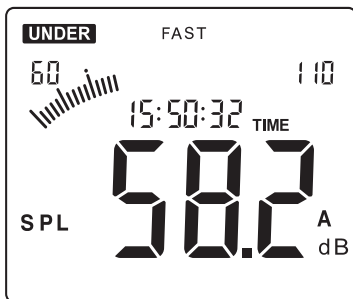

Figura 12
1. Ao ligar o instrumento, o tempo de ponderação padrão é “**FAST**”. O display será exibido conforme ilustrado na Figura 12.